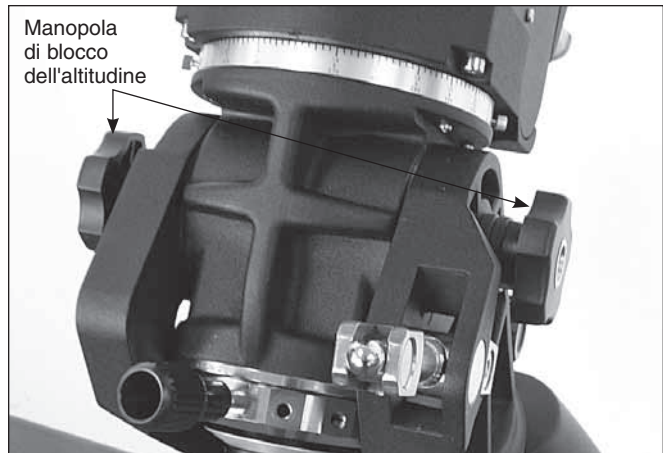

Figura 12. Due manopole di blocco dell'altitudine.
1. Allentare le due manopole di blocco dell'altitudine a lato della montatura (**Figura 12**).
1. Allentare le due manopole di blocco dell'altitudine (**Figura 12**).